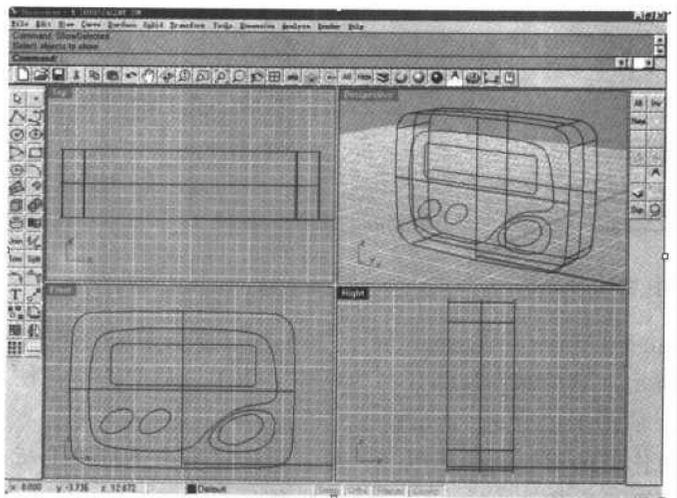

图 1.13 拉伸曲线 1 建立机身
- (1) 双击“Front”字样，恢复视图。单击 **Extrude Straight** (直线拉伸) 工具，用鼠标左键在 Front 视图中选择寻呼机外轮廓线 (曲线 1)，单击鼠标右键确定，如果这时命令栏里的“**Direction Cap**”是在“**Yes**”的状态，在命令栏中输入字母“C”，该命令的作用是使拉伸出来的物体自动加盖封闭，使其为一封闭的实体。换到 Right 视图，在图 1.13 所示的位置单击鼠标左键完成寻呼机的外框拉伸。
提示：如果当前操作视图左上角的标识是蓝底白字的，如图 1.13 所示。其他 3 个视图的标识则是灰底白字。